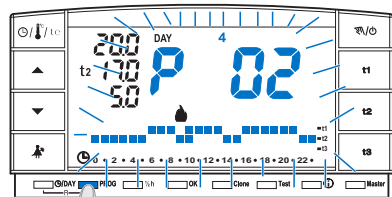

Abb. 24
- Drücken Sie die Taste **PROG**: Auf dem Display erscheint das verwendete Programm, und die Einstellung eines jeden Tags (oder einer Gruppe von Tagen im noch nicht geänderten Programm P01) wird automatisch durchgeblättert (Abb. 24).